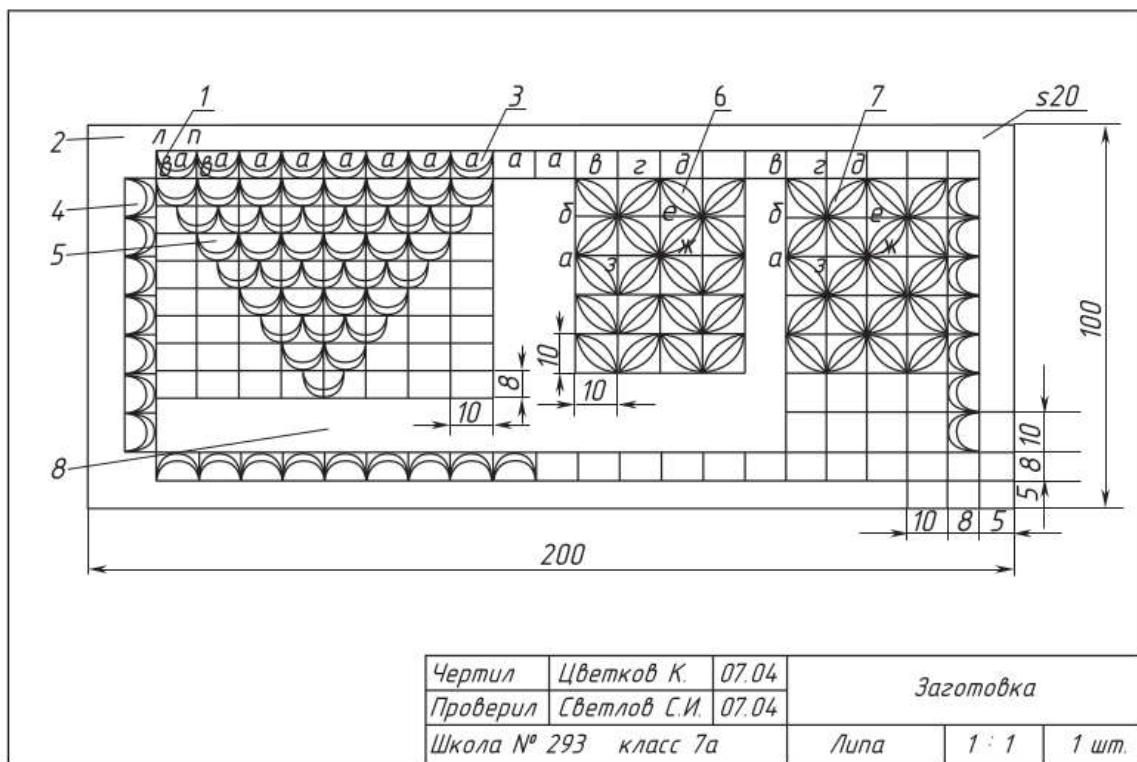
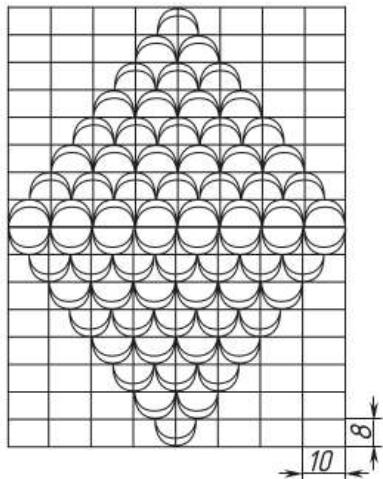

Рис. 8.22. Чертёж разметки учебной заготовки для скобчатой резьбы
Рис. 8.23. Схема разметки чешуек, вписанных в ромб
3. По чертежу (рис. 8.22) выполните разметку заготовки. На рисунке 8.22 использованы следующие обозначения: 1 — схема резьбы ноготков; 2 — контурное поле; 3 — схема разметки резьбы ноготков вдоль волокон по длинной стороне орнаментальной полосы; 4 — схема разметки резьбы ноготков поперёк волокон по короткой стороне орнаментальной полосы; 5 — композиция чешуек; 6 — схема разметки скобчатых порезок глазков с выпуклой средней линией; 7 — схема разметки скобчатых порезок с углублённой средней линией; 8 — резное поле для авторских композиций.
тые порезки будут располагаться *в шахматном порядке* в виде треугольника (рис. 8.22, 5) или в виде ромба (рис. 8.23).
Разметка скобчатых порезок с выпуклой средней линией — глазков (рис. 8.22, 6). На заготовке построить сетку 10×10 мм. Построить дугу *ав* с центром в точке *б* и радиусом 10 мм. Далее построить дуги радиусом 10 мм с центрами в точках *г* (дуга *вд*), *е* (дуга *гж*), *з* (дуга *жс*) и т. д.
Разметка скобчатых порезок с углублённой средней линией (рис. 8.22, 7). На учебной заготовке построить сетку 10×10 мм. Далее разметка выполняется, как показано на рисунке 8.22, 6.
Выполните резьбу ноготков вдоль волокон текстуры древесины (рис. 8.22, 3).
Выполните резьбу ноготков поперёк волокон (рис. 8.22, 4).
Выполните резьбу чешуек (рис. 8.23).